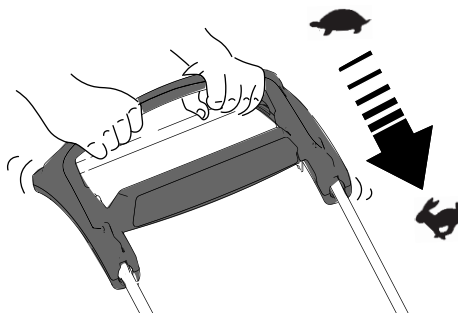

Rysunek 9
2. Wsuń przycisk rozrusznika elektrycznego do stacyjki elektrycznej (A na Rysunek 9).
3. Przyciągnij dźwignię sterującą ostrzem do uchwytu i przytrzymaj w tej pozycji (B na Rysunek 9).
4. Naciśnij przycisk rozrusznika elektrycznego i przytrzymaj go do momentu uruchomienia silnika (C na Rysunek 9).